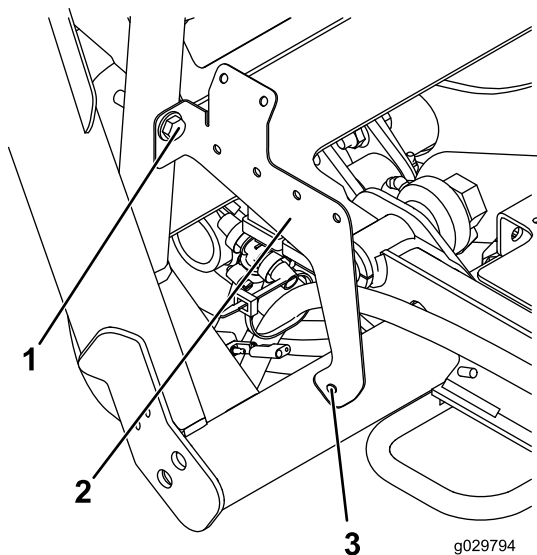

Figure 25
1. Fixez légèrement le support de relais sur le cadre à l'aide d'un boulon (3/8" x 2"), d'une rondelle (0,406") et d'un écrou (3/8"), comme montré à la Figure 25.
2. Graissez les points indiqués sur la Figure 25.